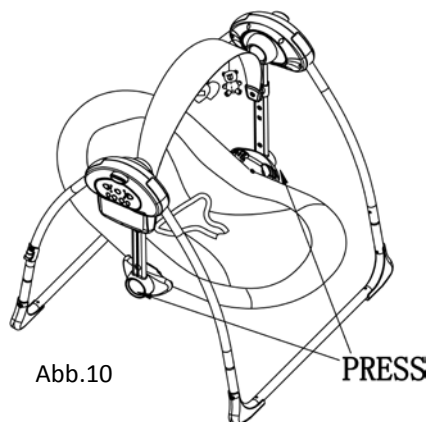

Abb.10
10. Sitz einstellen (2 Positionen): Drücken Sie auf die beiden Tasten an den Seiten und drehen Sie den Sitz dann bis zur gewünschten Position (Abb. 10).
10. Please insert the AC/DC adapter into the outlet as shown, external power is available once the adapter plugged into electrical socket as fig.10.